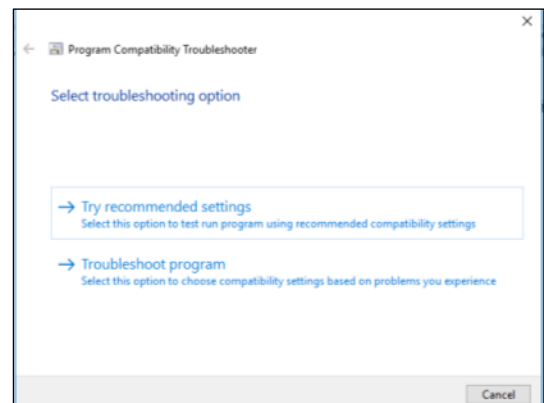

Fig. 2.10
- A continuación, haga clic en **Troubleshoot program** (Solucionar problemas de programa) (Fig. 2.10).